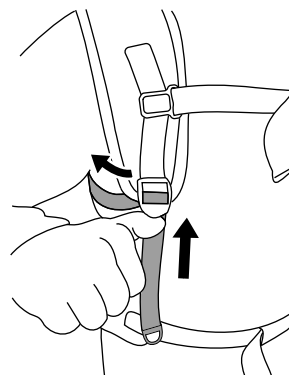

Figura 13
6. Se i cinturini per le spalle o i cinturini per il sollevamento del carico sono troppo stretti, premete sugli strumenti di regolazione per allungare il cinturino (Figura 13).